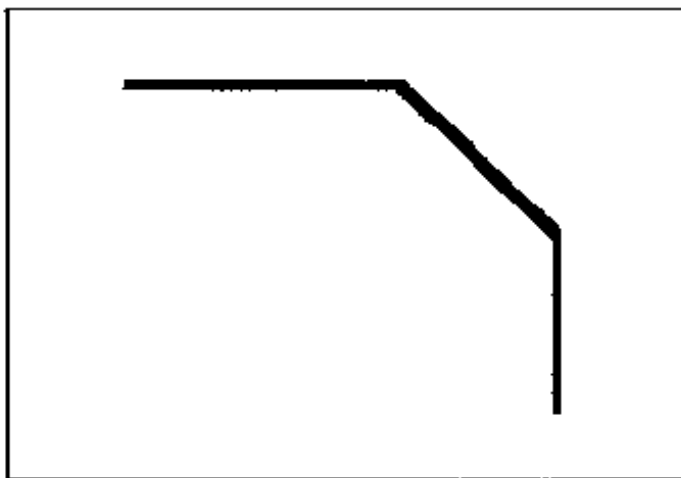

图 7-8 在图纸中绘制导线
(3) 移动十字光标,到适当的位置单击确定导线的终点,然后右击鼠标,完成导线的绘制工作。
(4) 此时鼠标箭头仍然保持为十字光标,用户还可以在图纸中绘制其他导线,右击鼠标,退出绘制导线的工作状态,得到的导线如图 7-8 所示。